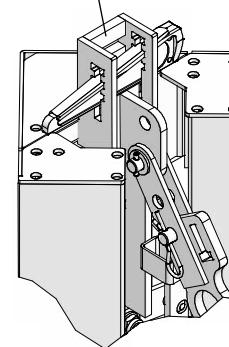

Fig. 54.6 Au moment du bétonnage
1. Insérer la clavette de l'angle intérieur décoffrant dans la pièce de couplage pour bloquer l'angle intérieur décoffrant (Point C, Fig. 54.6).
8. Remettre la clavette imperdable en place (Fig. 54.6).